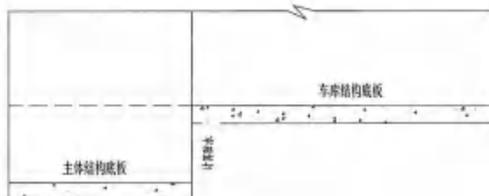

图17-2 基础防水部位
(1) 防水墙与基础相交处，只计算垂直面，基础顶面水平面部分的防水容易漏项。
(2) 主楼地下室外墙及基础与车库基础不在同一平面，外墙在车库底板下方迎土面要计算防水，如图17-2所示。此处还需要采取相关防潮措施，防止地下潮气上反。